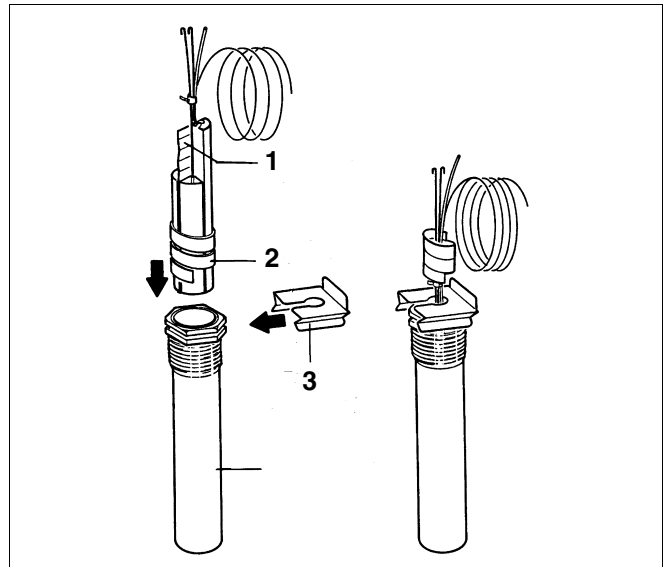

Fig. 18 Montaj senzor de temperatură
- Spirala de plastic pentru menținerea senzorului se împinge la deschidere în mod automat înapoi (fig. 18, **poz. 1**).
- Pentru asigurarea contactului între teaca de imersie și suprafața senzorială și a unei transmițeri corespunzătoare a temperaturii, trebuie introdusă pana de echilibrare dintre senzori (fig. 18, **poz. 2**).
- Apăsăți siguranța senzorului din lateral sau de pe capul tecii de imersie (fig. 18, **poz. 3**).